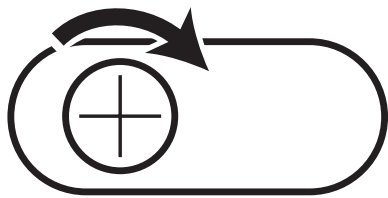

Fig. 9
2. Utiliser un tournevis Phillips ou fileté - tournez par 1/4 à 1/2 dans le sens des aiguilles d'une montre (vers la droite). L'unité devrait alors s'immobiliser normalement (Fig. 9).